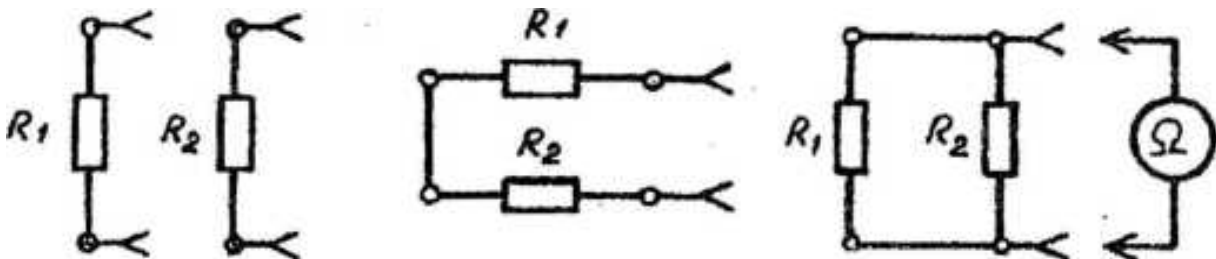

Рис. 4. Измерение сопротивления резистивной нагрузки
3. Подключить мультиметр, соблюдая полярность, к гнездам «+», «-» источника «30V» (рис. 4).
2. Подключая прибор параллельно  $R_1$ ,  $R_2$  на комплектуемом блоке и группам их соединения (см. рис. 4), определяем величину сопротивления по результатам отсчета на цифровом табло.